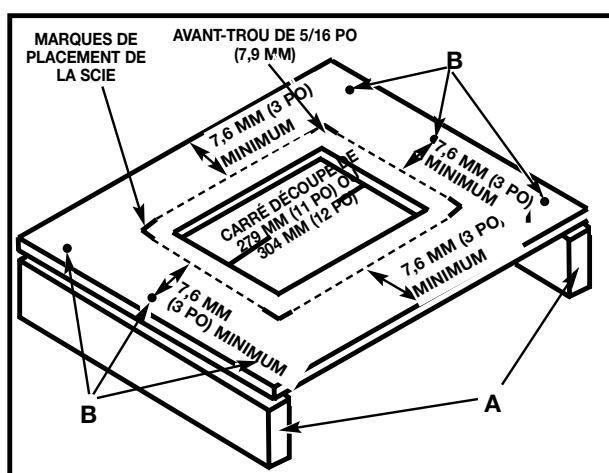

Fig. 4B
Il est également possible de construire un simple support élevé comme le montre la figure 4B.
Aligner la scie sur la surface de support et marquer l'emplacement pour percer quatre trous de 5/16 po (7,9 mm) (figure 4B).
Poser la scie à l'écart, puis percer des trous à l'emplacement de ces marques. Marquer l'emplacement d'un carré de 279 mm (11 po) ou 304 mm (12 po) de côté, au centre des quatre trous de montage. Découper et retirer le carré (fig. 4B). Pour éléver la surface de
support, mesurer deux 2 x 4 (A), fig. 4B, selon la largeur de deux côtés opposés de la surface de support. Fixer la surface de support sur les arêtes étroites des 2 x 4 (comme indiqué à la fig. 4B) à l'aide de vis à bois (non fournies), à au moins trois endroits (B), fig. 4B, sur chaque côté.